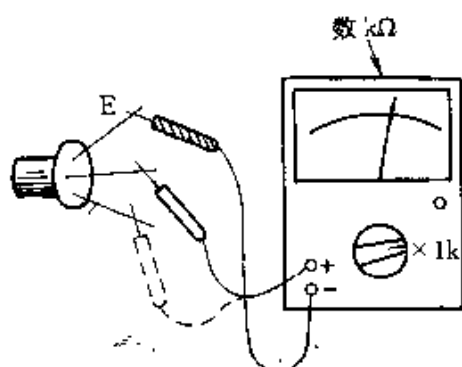

图 2-256
② 检测 PN 结正向电阻(以 N 型基极管为例,下同):黑表笔(表内电池正极)接发射极 E,红表笔分别接两个基极,如图 2-256 所示,读数均应为数 $k\Omega$ 。